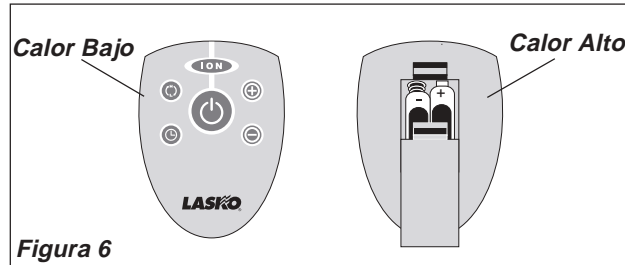

Figura 6
- Todas las funciones ejecutadas con el Control Remoto funcionan idénticamente a los controles manuales. (**Figura 6**)